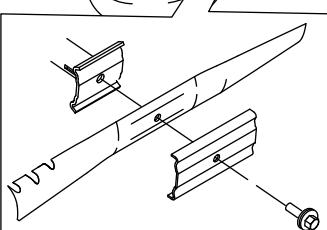

Bild 53
5. Setzen Sie das neue Messer und alle Schrauben auf (Bild 53).